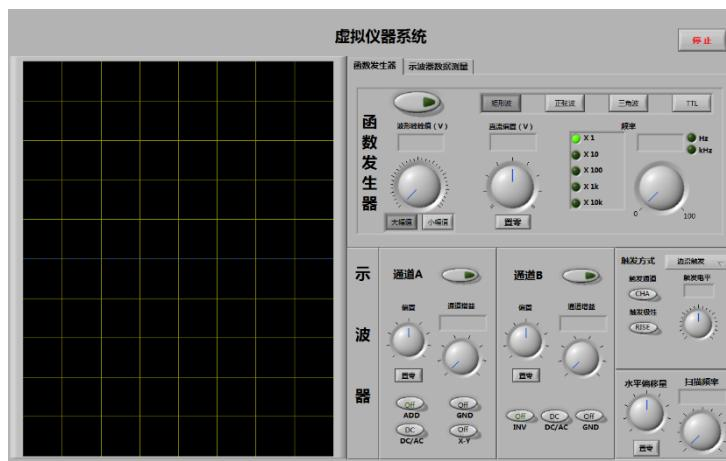

图 3 虚拟仪器面板
- 1) 运行 PC 上的应用程序“虚拟仪器系统”，将出现图 3 所示的虚拟仪器面板：
2) 测量完毕，请点击图 3 界面右上角的“停止”按钮，退出虚拟仪器应用程序。同时关闭 FPGA 开发板的电源开关，断开实验板和面包板之间的电源线和地线连接。